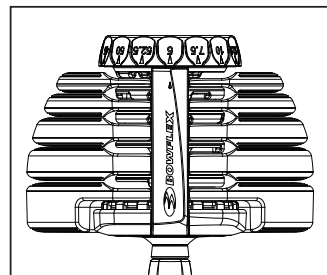

Abbildung 1
3. Die Gewichtsstufen reichen bei beiden Einstellknöpfen von 5 lbs bis 52,5 lbs (2,27 bis 23,9 kg). Um ein bestimmtes Gewicht korrekt einzustellen (zum Beispiel 20 lbs [9 kg]), drehen Sie beide Einstellknöpfe, bis die Zahl (20) mit dem Pfeil am äußeren Rand der BowFlex-Plakette ausgerichtet ist (Abb. 1).